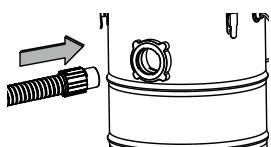

Fig. 5
3. Sådan tilsluttes slangen: Sæt den større ende af slangen i sugeåbningen på beholderen (fig. 5).